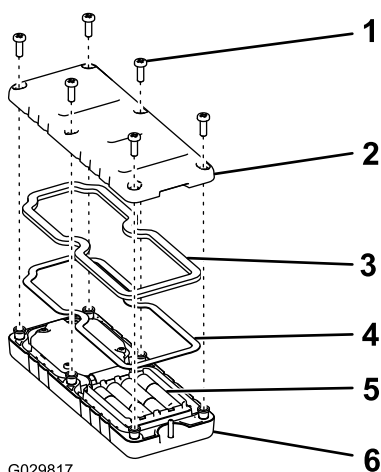

Figura 28
1. Togliete le 6 viti dalla parte posteriore del telecomando e togliete il coperchio (Figura 28).
5. Riposizionate il coperchio e fissatelo con le 6 viti precedentemente rimosse (Figura 28) e serratele a una coppia di 1,5–1,7 N·m.